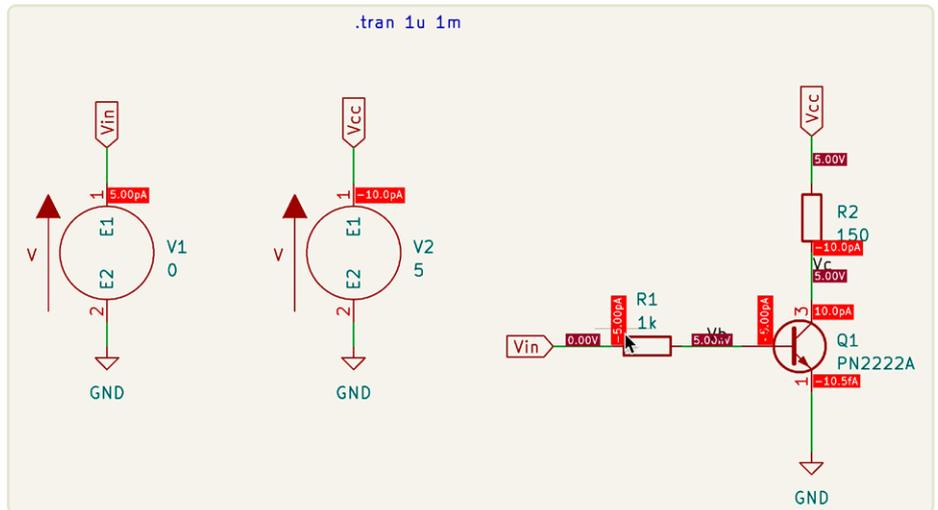

Bild 10. Eine neue Funktion in KiCad 8 ist die Übernahme der Simulator-Labels in den Schaltplaneditor.
Außerdem können die Ergebnisse der Arbeitspunkt-Simulation (OP) direkt auf dem Schaltplan sichtbar gemacht werden. Mit dieser Funktion gewinnen Anwender tiefere Einblicke in das Verhalten und die Leistung ihrer Schaltungen, was die Optimierung und Verfeinerung des Designs erleichtert. **Bild 10** zeigt die Ergebnisse der Arbeitspunkt-Simulation, die direkt im Schaltplaneditor in Form von roten Labels angezeigt werden. Ich fand diese